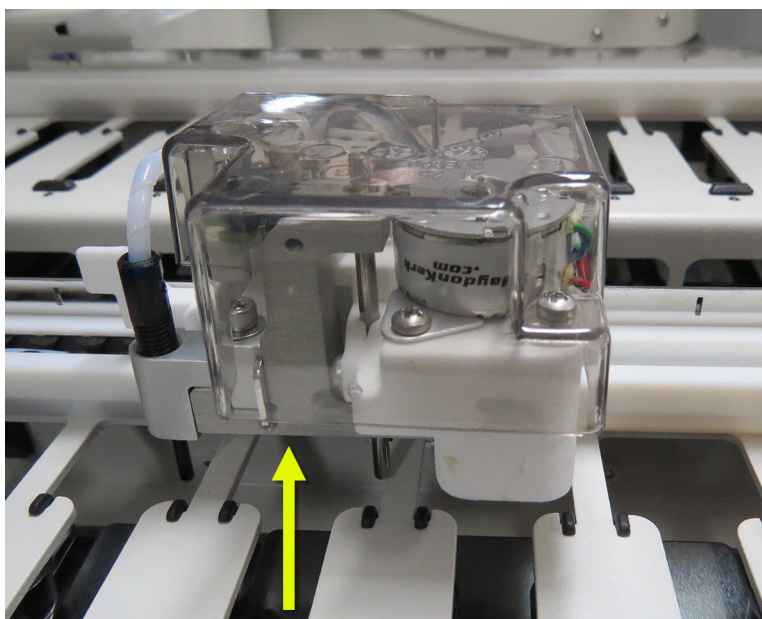

Figura 22: Levantar o bloco de dispensação indicado e empurrar o robô auxiliar ao longo da guia do trilho do conjunto de coloração de lâminas
2. Levantar com cuidado o bloco de dispensação do robô auxiliar (consulte Figura 22) até que a sonda fique livre da placa superior.